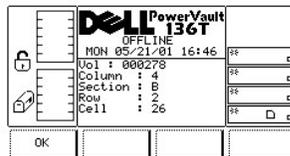

図 20. Status >Library > Media Selection > Media Details ダイアログ
- 1 **Select** ソフトキーの下にあるボタンを押すと、現在アクティブなフィールドの詳細が表示されます。図 20 を参照してください。